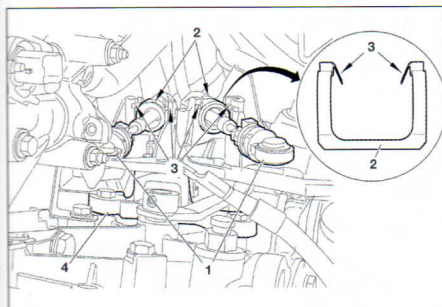
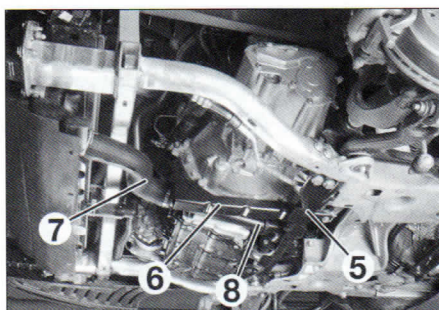
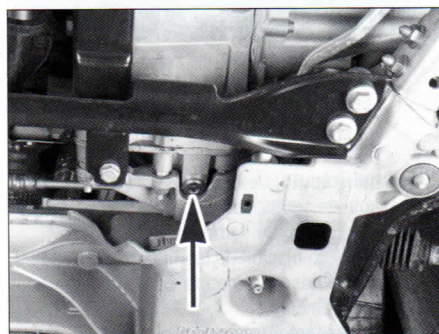

FIG. 1
FIG. 2
FIG. 3
- Separar los cables de selección y de paso de velocidades (1) (**fig. 1**), con una palanca apropiada (útil Peugeot 0216-G1), después de haber marcado su posición.
*Nota: desengrapar los frenos de funda (2) de los cables hundiéndolos las grapas (3) con un destornillador plano y separar los frenos de funda tirando hacia arriba (**fig. 1**).*
- Desmontar el soporte (4) de los cables de mando de las velocidades sobre la caja.
- la barra de refuerzo (5) de la cuna (**fig. 2**).
- el refuerzo (6) debajo de la caja de velocidades.
- Desconectar y desmontar los conductos de aire (7) debajo de la caja con la caja dosificadora (8).
- al vaciado de la caja (**fig. 3**).